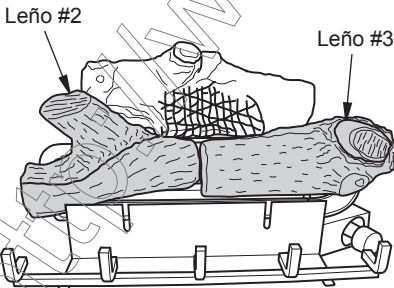

Figura 24 - Instalación Leños #2 y #3
2. Coloque el leño #2 y #3 log en el soporte de la rejilla central (ver Figura 24).